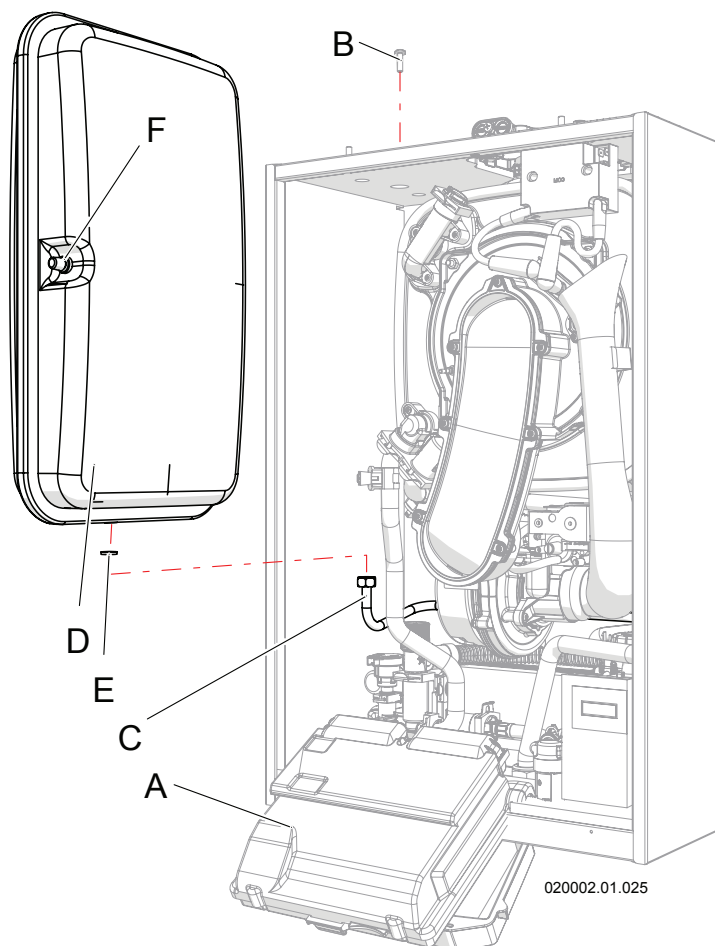

Figure 8-6 - Accès au vase d'expansion
- 3.- à travers l'aiguille « F » de la Figure 8-6, pomper de l'air à l'intérieur du vase jusqu'à atteindre la pression de 1 bar. En même temps, laisser couler l'eau des évacuations « A » et « B » de la Figure 8-18 ;
Au cas où il serait indispensable de remplacer le vase, pour le démonter, procéder comme ci-dessous (se référer à la Figure 8-6 sauf indication contraire) :